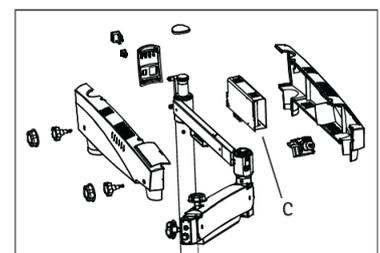

Fig. 42
Éteignez le microscope. Ouvrez les couvercles des bras pivotants et remplacez l'ensemble d'éclairage (C) par un nouvel ensemble. Remettez en place les couvercles des bras. Voir la figure 42.